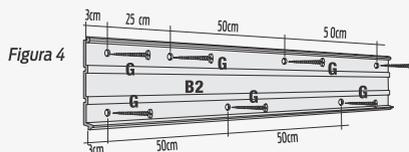

Figura 4
**2** Utilizando la propia base de fijación (B2) como escantillón, haga los agujeros en la altura deseada respetando la alternancia y la distancia entre los puntos de fijación, conforme figura 4.